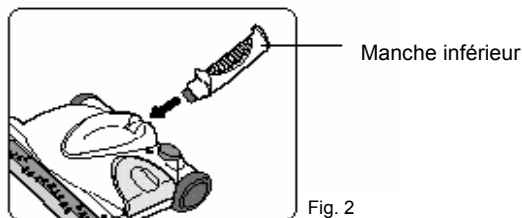

Fig. 2
2. Insérer le manche inférieur – petite extrémité – dans l'ensemble moteur de le balai. Pousser jusqu'à ce qu'il soit bien en place (Fig. 2).